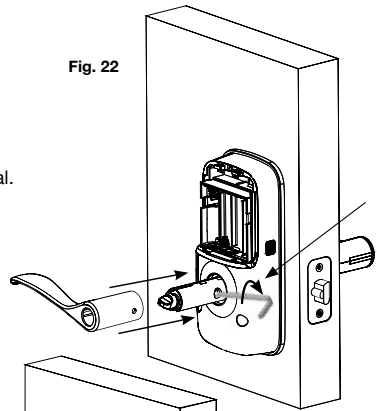

Fig. 22
A. Inserte el tornillo allen/hexagonal en el cuello exterior, teniendo en cuenta que este deberá estar del lado del pestillo (Fig. 22). Gire en dirección a las manecillas del reloj, teniendo precaución de no sobre ajustar.